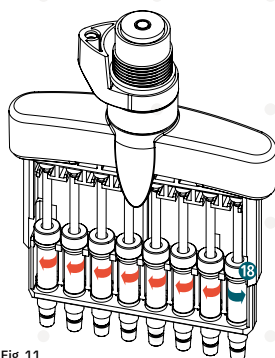

Fig. 11
- Il gruppo pistone **18** viene sbloccato dal dispositivo di fissaggio con l'aiuto di una chiave a brugola (Fig. 11).